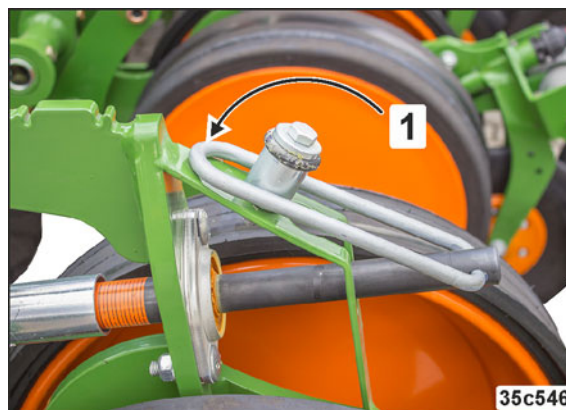

Рис. 176
3. Зафиксируйте ручку (Рис. 176/1) от проворачивания.